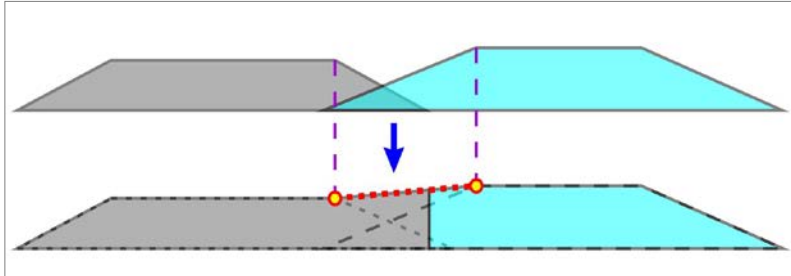

Рис. 27.10
- изменение ширины исходного интервала при перекрытии интервалом от АО на участке отгона ширины (рис. 27.10).